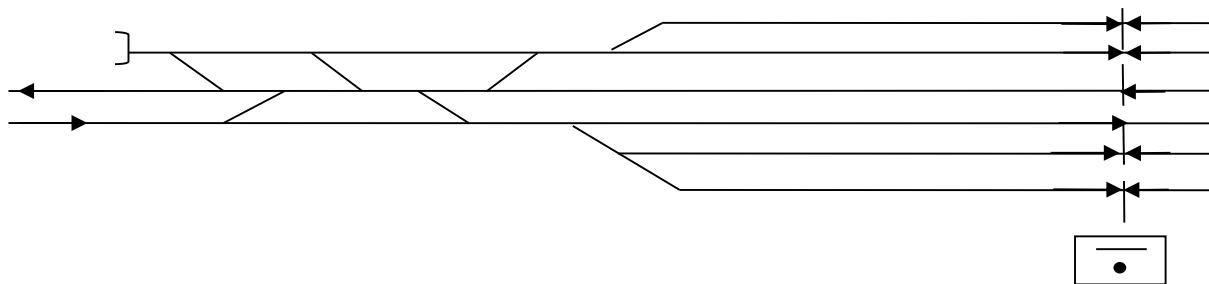

Рисунок 2
2. На схематическом плане четной горловины станции (рис. 2) пронумеруйте пути и стрелки, произведите расстановку изолирующих стыков, входных,